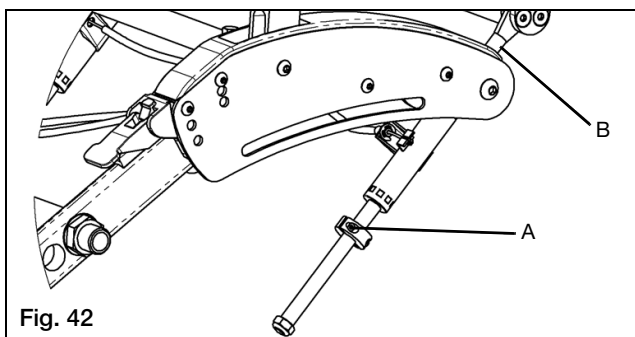

Fig. 42
- Remueva los tornillos de los topes de basculación e instale sobre el mango de la traba mecánica. Vuelva a instalar los tornillos sin ajustarlos (Fig. 42:A). Repita en la traba mecánica opuesta.
- Para limitar la basculación hacia adelante, los topes de basculación pueden ser colocados por encima del cuerpo de la traba mecánica (Fig. 42:B). Cuando obtenga el ángulo deseado, deslice el tope de basculación contra la parte superior del cuerpo de traba mecánica y ajuste.